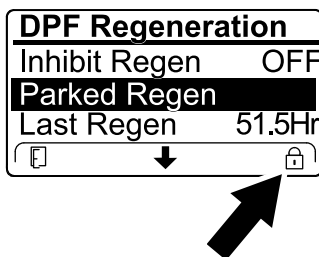

Figure 50
- Si le calculateur moteur demande une régénération d'urgence ou est en train d'en exécuter une, et que vous naviguez jusqu'à l'option PARKED REGEN, la régénération en stationnement se bloque et l'icône de blocage (Figure 50) apparaît en bas à droite de l'InfoCenter.